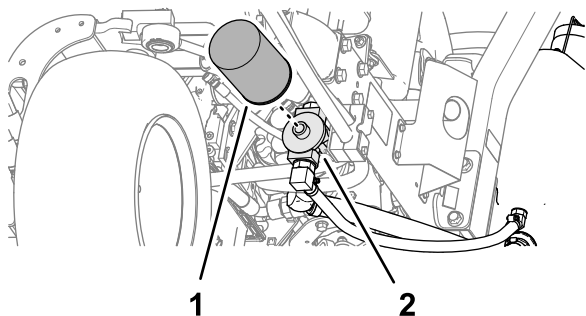

Рисунок 92
2. Очистите область вокруг места крепления фильтра. Поместите поддон под фильтр (Рисунок 92), а затем снимите фильтр.